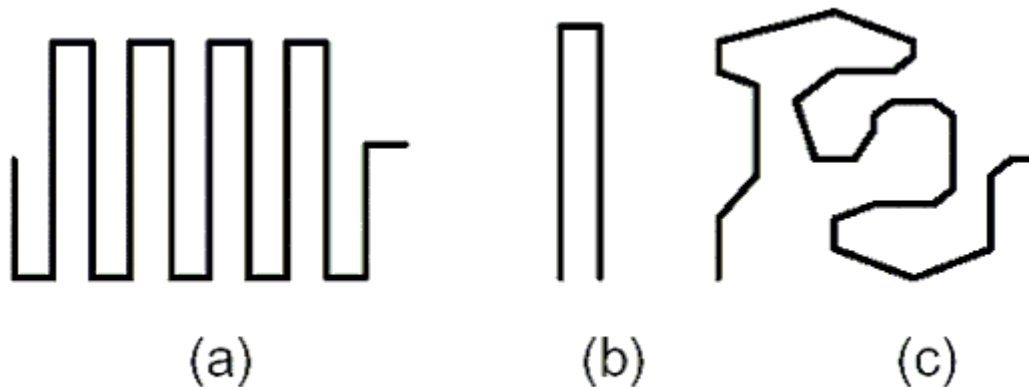

图1-8-20 几种蛇形走线结构
1. 尽量增加平行线段的距离 (S)，至少大于 $3H$ ， H 指信号走线到参考平面的距离。通俗的说就是绕大弯走线，只要 S 足够大，就几乎能完全避免相互的耦合效应。
5. 可以经常采用任意角度的蛇形走线，如图 1-8-20 中的 C 结构，能有效的减少相互间的耦合。